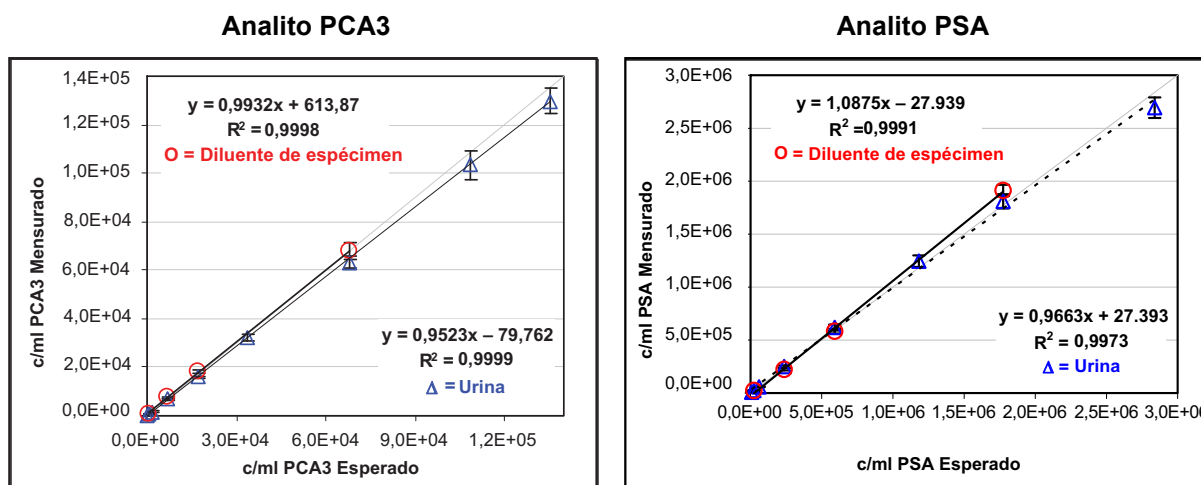

Figura 4. Linearidade do ensaio Progensa PCA3 para analitos PCA3 e PSA
O intervalo linear do ensaio Progensa PCA3 foi determinado de acordo com o documento EP6-A do Instituto CLSI (2003) (8) com base na análise de regressão linear (mínimos quadrados). Foram preparados dois conjuntos de séries de diluição a partir de espécimes contendo elevadas concentrações de RNA de PCA3 e PSA. Um conjunto foi diluído em urina feminina processada e o outro foi diluído em diluente de espécimen. As diluições abrangeram todo o intervalo de ensaio entre os mais baixos e os mais altos calibradores positivos para cada analito. Para ambos os analitos PCA3 e PSA, os resultados medidos pelo ensaio mostraram, uma relação directamente proporcional entre as diluições testadas e o c/ml do analito comunicado. Não existiu efeito significativo da matriz de diluição. Consulte Figura 4.